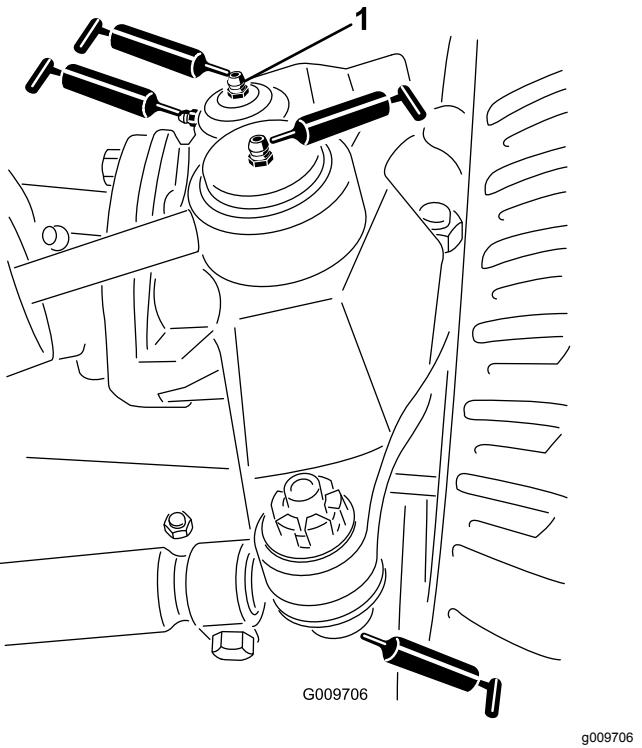

図 60
- 図 60に示す、ステアリングシリンダのボールジョイント 2ヶ所
- 図 60に示す、タイロッドのボールジョイント 2ヶ所
- 図 60に示す、キングpinのブッシュ2ヶ所